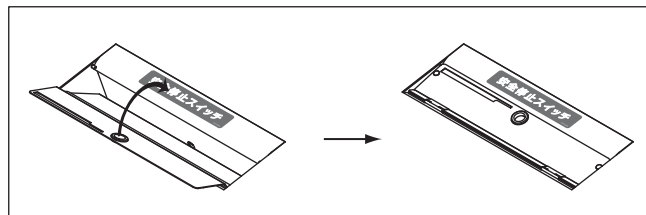

図8 メディア細断用カバー(メディア専用投入口)
4. CD/DVD,FD,MOを細断する場合は、メディア細断用カバー(メディア専用投入口)㉒を安全停止スイッチ⑥側に倒して、投入口③をふさいでください。 図8 参照